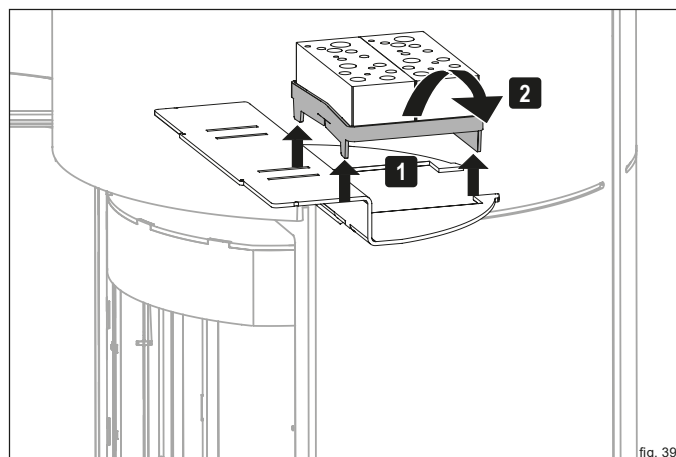

fig. 39
- Spingere in alto l'unità dei catalizzatori e ruotarla in modo tale che entri nell'apertura (fig. 39).